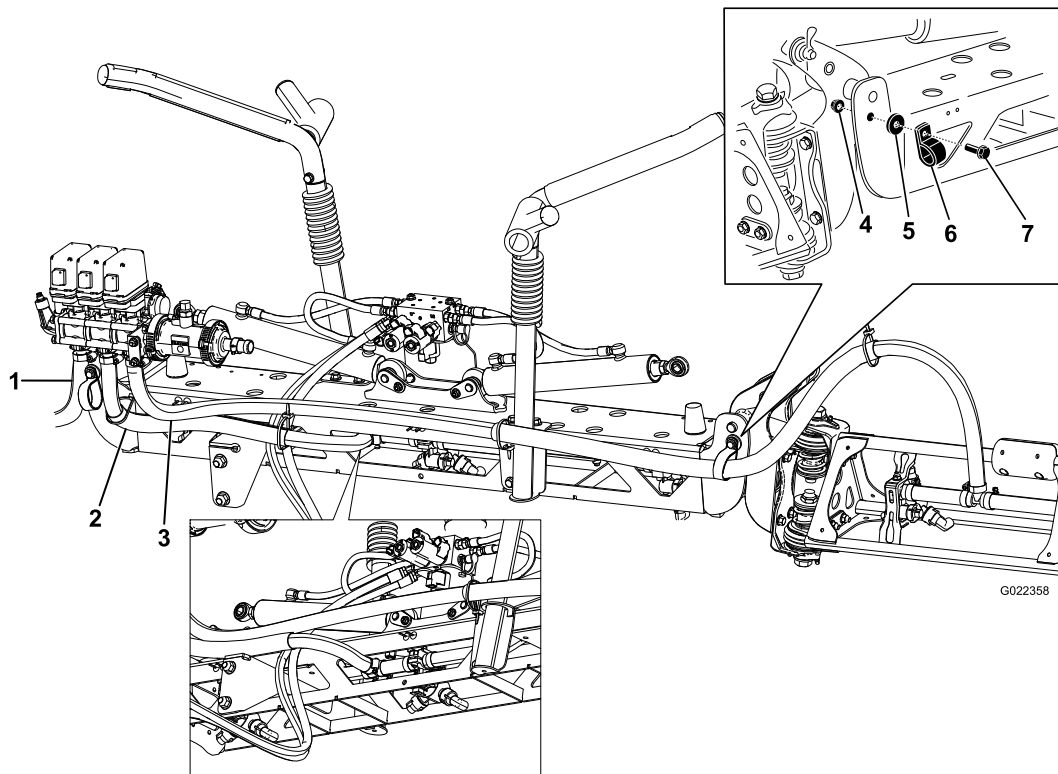

Рисунок 23
1. Проложите шланги стрел, как показано на Рисунок 23.
болтов, шайб и гаек, как показано на Рисунок 23.